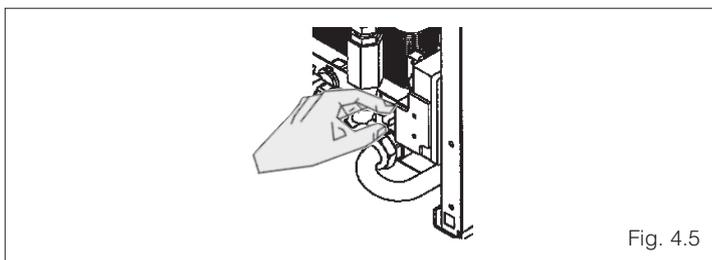

Fig. 4.5
- aprire il rubinetto del gas, ruotando la manopola posta nella parte inferiore destra interna alla caldaia in senso antiorario (fig. 4.5)